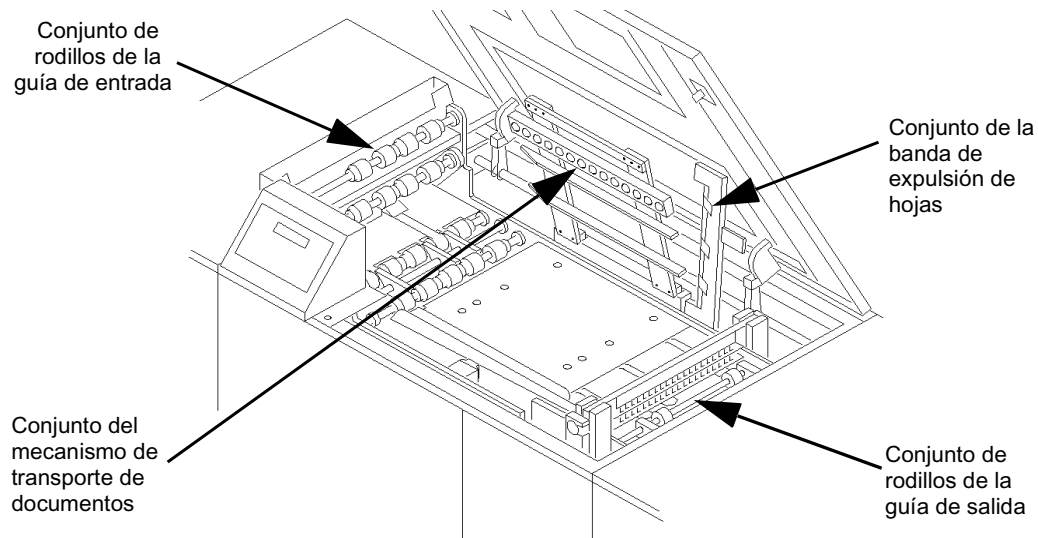

Figura 3-2: Componentes internos del trayecto del papel
- 4 Abra (levante) el conjunto de rodillos de la guía de entrada, el conjunto del mecanismo de transporte de documentos y el conjunto de la banda de expulsión de hojas, tal como aparece en la figura 3-2 y retire el papel que pueda estar atascado en el área.
- 5 Retire el conjunto de rodillos de la guía de salida tal como aparece en la figura 3-2 y saque el papel que pueda estar atascado en el área.